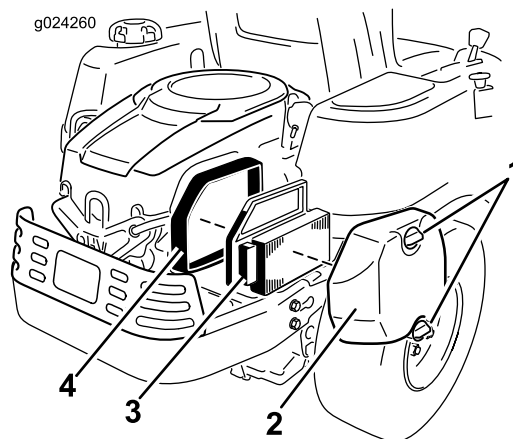

Bild 34
1. Nehmen Sie die Luftfilterabdeckung ab (Bild 34).
2. Entfernen Sie den Luftfiltereinsatz mit der integrierten Gummidichtung (Bild 34).
5. Setzen Sie den Luftfiltereinsatz mit der gefalteten Seite nach außen ein und setzen Sie die Gummidichtung auf die Kanten der Luftfilterunterseite (Bild 34).
6. Setzen Sie die Luftfilterabdeckung auf und befestigen Sie sie mit den zwei Handrädern (Bild 34).